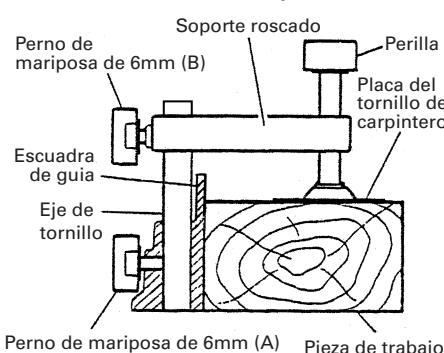

Fig. 25
- (1) El conjunto de tornillo de carpintero puede montarse en la escuadra de guía izquierda (escuadra de guía (B)) o bien en la escuadra de guía derecha (escuadra de guía (A)) aflojando el perno de orejas de 6mm (A).
- (2) El portatornillo puede elevarse o bajarse de acuerdo con la altura de la pieza de trabajo aflojando el perno de orejas de 6mm (B). Despues del ajuste, apriete firmemente el perno de orejas de 6 mm (B) y fije el portatornillo.
- (3) Gire la perilla superior y fije firmemente la pieza de trabajo en su lugar (Fig. 25).